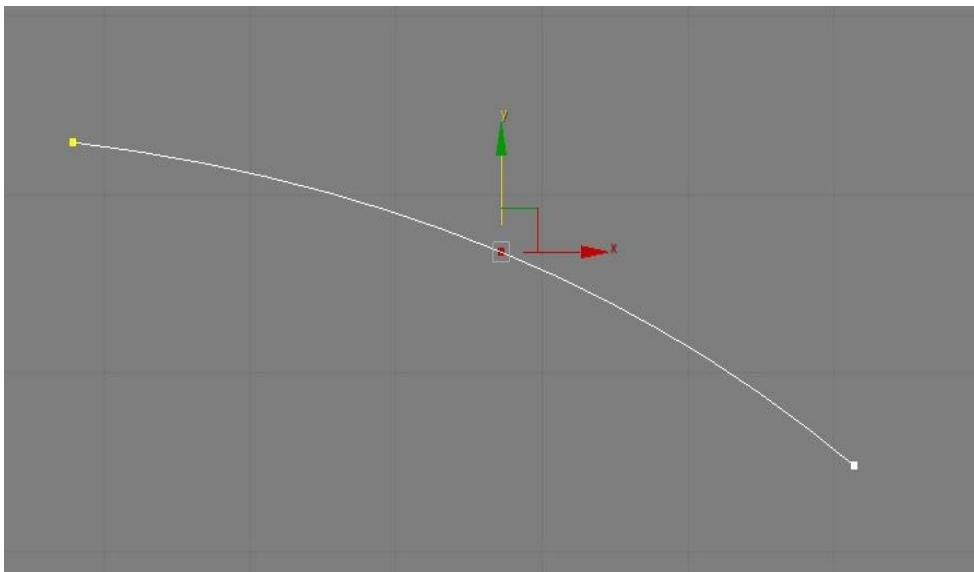

Рисунок 2.36 - Вершина *Smooth* (Сглаженная)
– *Smooth* (Сглаженная) – вершина, через которую кривая сплайна проходит с плавным изгибом, без излома, имея одинаковую кривизну сегментов при входе в вершину и выходе из нее (Рисунок 2.36);